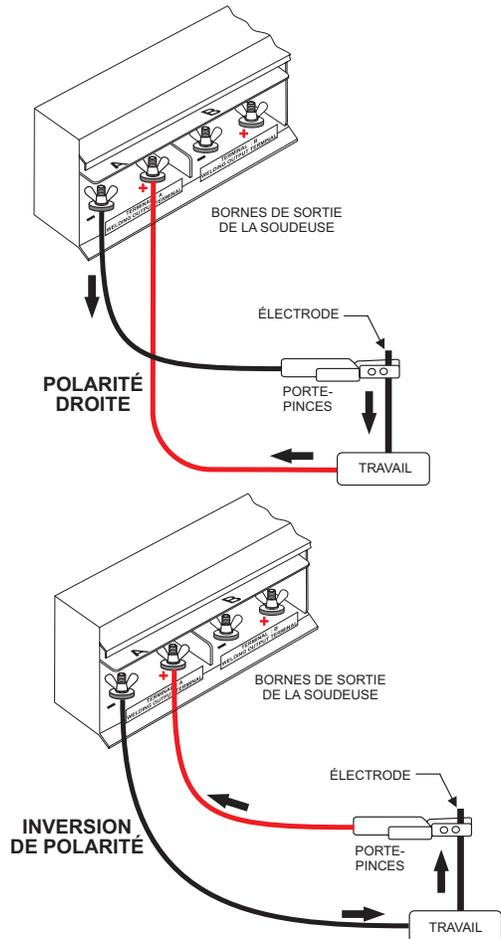

Figure 19. Connexions du câble de soudage (type d'électrode correct)
- Fixer le support de pince à l'électrode comme indiqué dans la Figure 19 ET Figure 20.